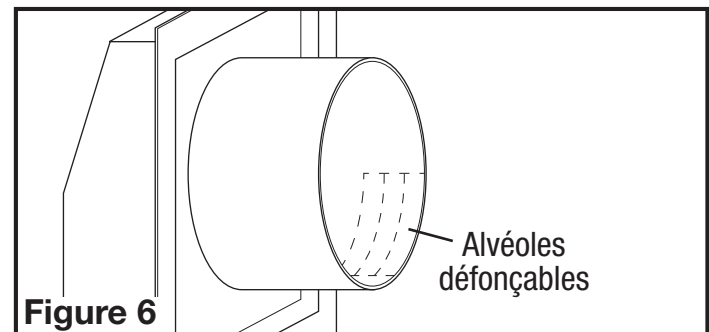

Figure 6
9. Si le mur est d'une épaisseur de moins de 20,3 cm, enlever une (ou plus) des alvéoles défonçables de dégagement du compartiment électrique situées sur le châssis (**Figure 6**).